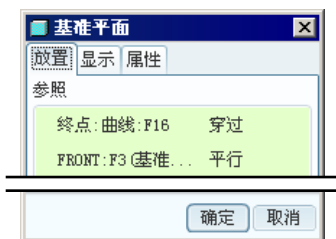

图 6.7.26 “基准平面”对话框
(1) 单击“创建基准平面”按钮 , 系统弹出图 6.7.26 所示的“基准平面”对话框。